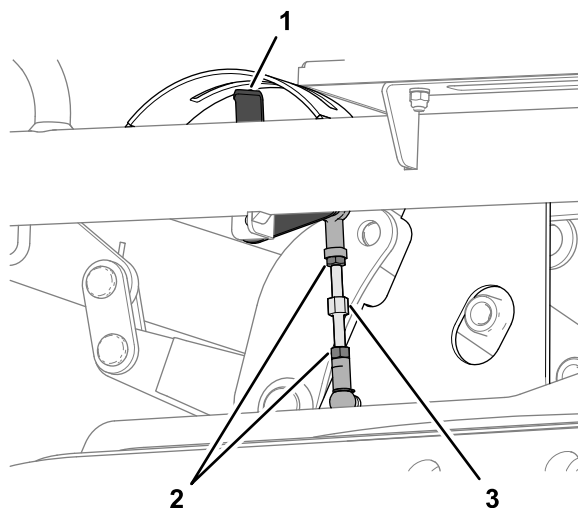

Figura 131
- A. Desaperte as 2 porcas de bloqueio que prendem a articulação da altura de corte (Figura 131).